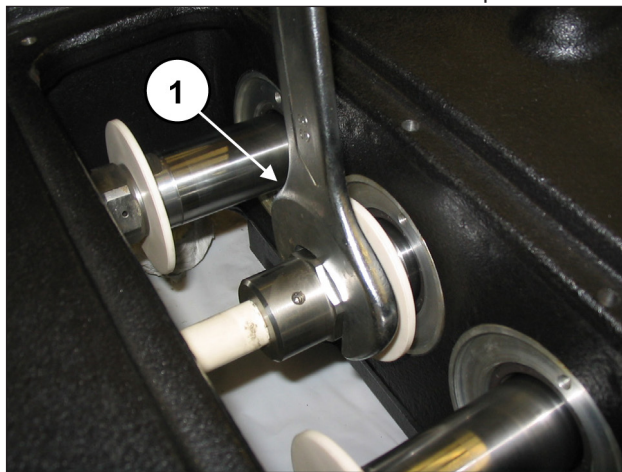

Fig. 101
Avvitare i tre pistoni (pos. ①, Fig. 101) e tarare mediante chiave a forchetta dinamometrica come indicato nel capitolo 3.